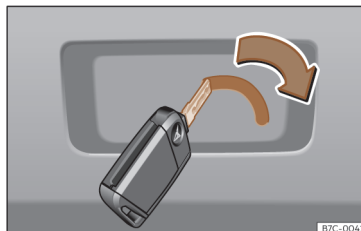

Fig. 82 Pormenor da bagageira: destrancagem de emergência.
- Introduza o palhetão da chave na ranhura e desloque a chave no sentido da seta até que a fechadura desbloqueie»» **Fig. 82**.